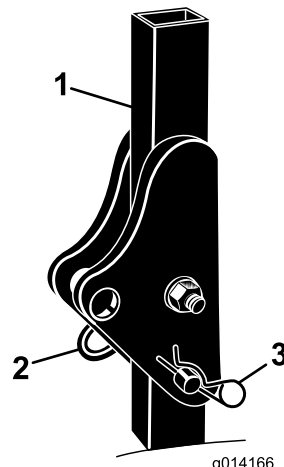

Figura 5
2. Eleve la barra anti-vuelco a la posición vertical, instale los dos pasadores y sujételos con las chavetas (Figura 5).
1. Retire las chavetas y los pasadores de la barra anti-vuelco (Figura 5).